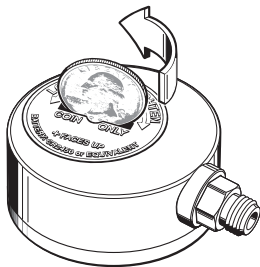

Figure 15
- 3• A l'aide d'une pièce de monnaie (ne jamais utiliser un tournevis) dévissez complètement le bouchon du compartiment batterie et retirez-le (figure 15)